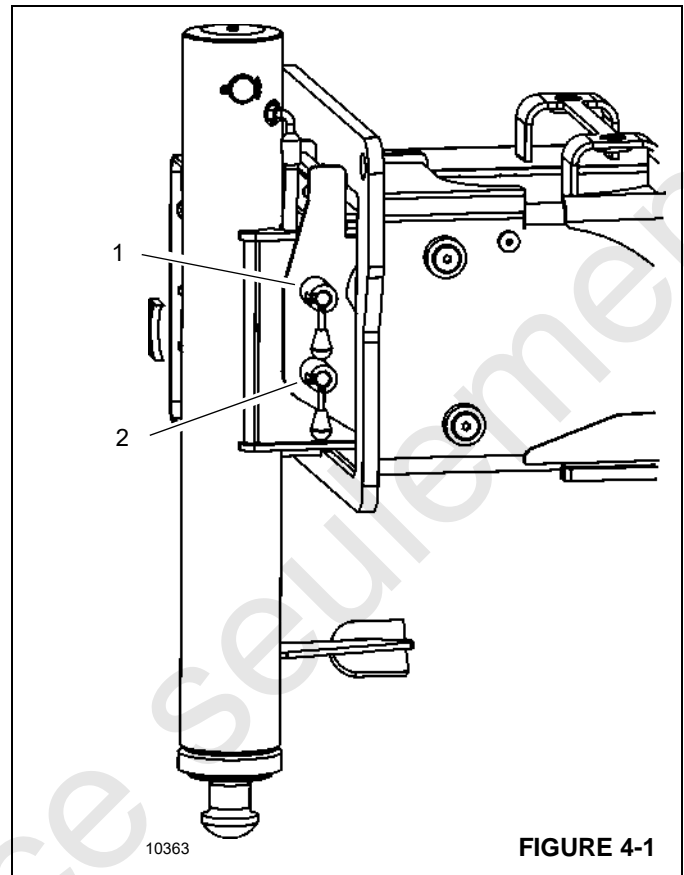

FIGURE 4-1
- b. Position de déploiement à 50 %. Engager le verrou manuel de déploiement à 50 % (1, Figure 4-1) en tournant la poignée vers la droite en position intermédiaire.
- c. (NTC40-2/NTC45-2 uniquement) Position de déploiement à 75 %. Engager le verrou manuel (2, Figure 4-1) en tournant la poignée vers la droite.